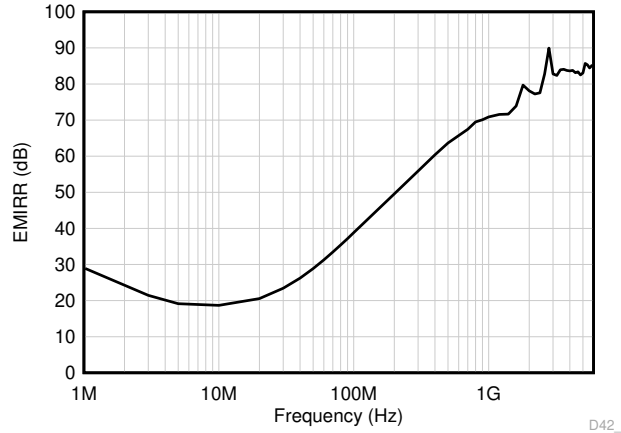

图 8-4. EMIRR 测试
TLV904x 采用集成电磁干扰 (EMI) 滤波来减少无线通信设备、混合使用模拟信号链和数字元件的高密度电路板等干扰源产生的 EMI 效应。通过电路设计技术可改进 EMI 抗扰度；TLV904x 受益于这些设计改进措施。德州仪器 (TI) 已经开发出在 10MHz 至 6GHz 宽频谱范围内准确测量和量化运算放大器抗扰度的功能。图 8-4 展示了对 TLV904x 执行此测试的结果。表 8-1 展示了 TLV904x 在实际应用中常见特定频率下的 EMIRR IN+ 值。运算放大器的 EMI 抑制比应用报告包含了与运算放大器相关的 EMIRR 性能主题，该报告可在 www.ti.com 上下载。